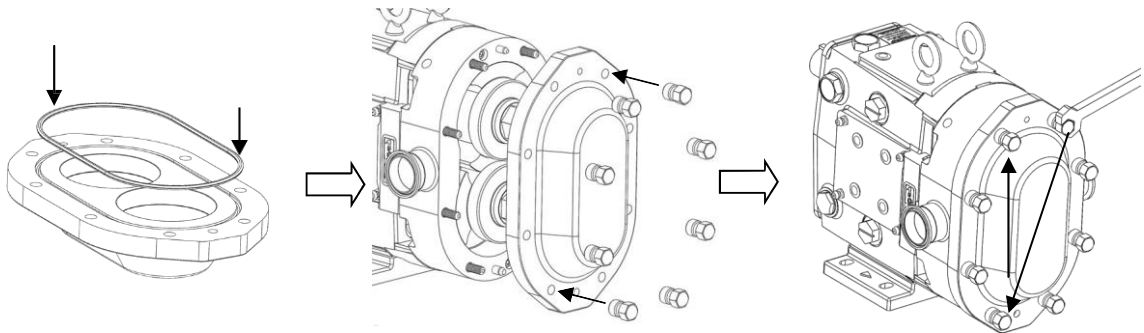

Figura 34: Ensamble de cubierta
- 8) Instale una nueva junta tórica de la cubierta y asegúrese de que las clavijas del cuerpo estén alineadas con los orificios de clavija correctos de la cubierta (Figura 34). Inspeccione visualmente para asegurarse de que la junta tórica de la cubierta permanezca en su lugar. Gire las tuercas de la tapa (en el sentido de las agujas del reloj) con la mano y apriételas completamente con la llave adecuada.